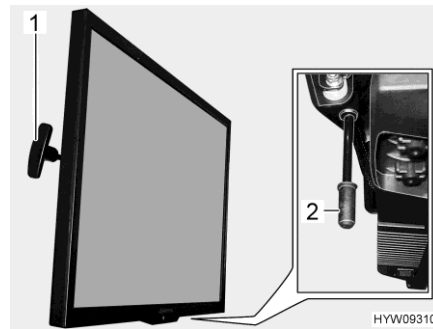

Fig. 92 Pantalla plana
- Tirar y detener el tirador (Fig. 92,1). La pantalla plana está desbloqueada.
- Tirar el tirador (Fig. 92,2) hacia abajo y mantenerlo ahí. La pantalla plana está desbloqueada.